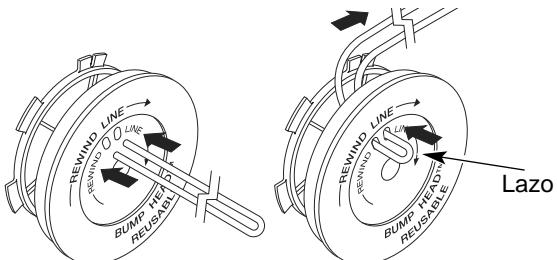

Fig. 19
6. Tome aproximadamente 5.4 m (18 pies) de nueva lnea de corte, enl cela en dos longitudes iguales. Inserte cada extremo de la lnea a trav s de uno de los dos orificios del carrete interior (Fig. 19). Pase la lnea a trav s del carrete interior de modo que el lazo sea lo m s peque o posible.